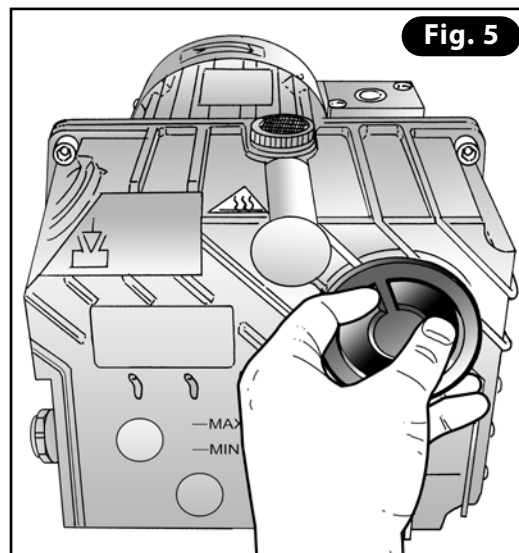
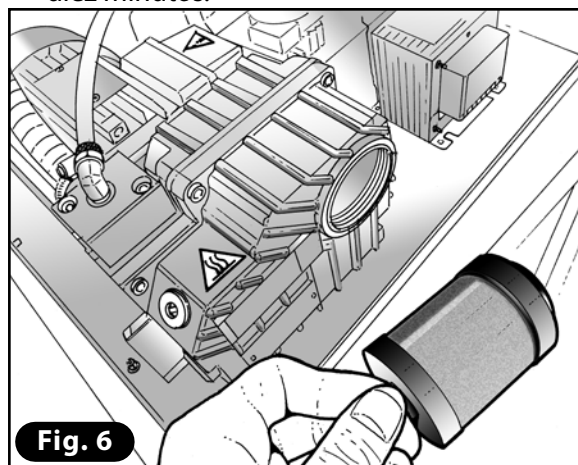

Fig. 5
Fig. 6
**BOMBA 8-12-18-25 mc/h:** desenrosque el tapón del filtro desengrasante situado en el cuerpo de la bomba con la ayuda de unos alicates (Fig. 5). Extraiga el filtro desengrasante (Fig. 6).